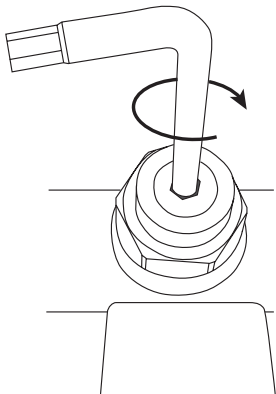

Рис. 4 Перекрытие клапана байпаса вторичного контура
- Используя 5 мм шестигранный ключ, полностью закройте байпас (Рис. 4), вращая ключ по часовой стрелке.